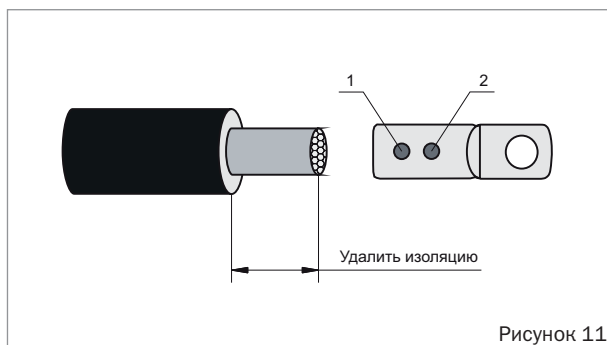

Рисунок 11
- При использовании наконечников со срывными болтами (рисунок 11) плавно, без рывков, затянуть болты до срыва головок, в последовательности, указанной на рисунке 11, придерживая наконечник трубным ключом или специальным приспособлением. Выступы болтов спилить напильником до уровня поверхности наконечника, опилки тщательно удалить.